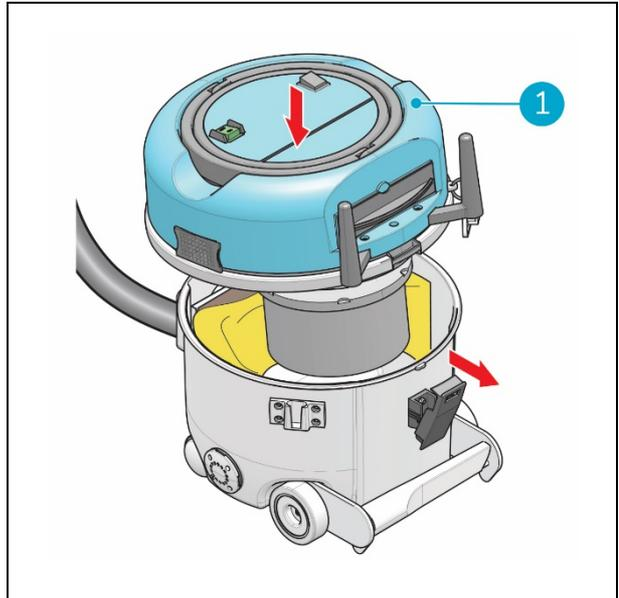

Abbildung 15
14. Setzen Sie den Deckel (Abb. 15, Pos. 1) auf den Kanister.